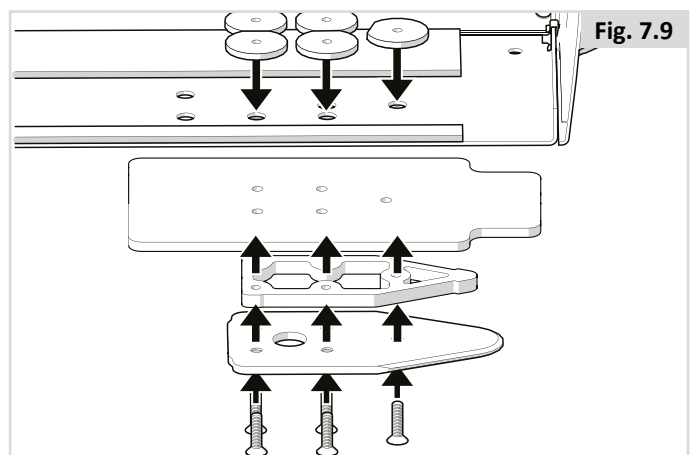

Fig. 7.9
4. Fest de fem skruene sammen med ett eller flere avstandsstykker og festeplaten på undersiden av rammeboksen (Fig. 7.9).